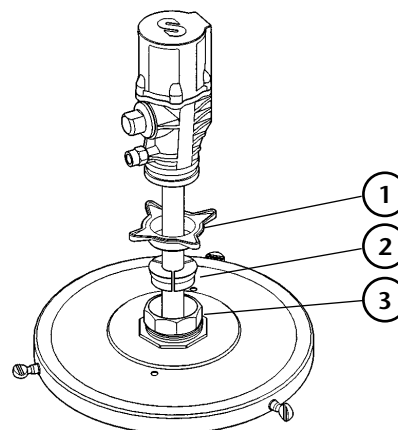

Fig. 2
These pumps must be mounted on drums using covers fitted with a 2" bung. Loose the star nut (1) of the bung adaptor to remove the inferior nut (3), and screw this into the 2" bung opening of the cover. Place the star nut (1) and the three jaws (2) on the suction tube. Introduce the pump through the opening and fasten the assemble at the desired height (Fig. 2). Fasten the cover to the drum.
Las bombas deben acoplarse a los bidones mediante tapas que dispongan de rosca 2" BSP H. Afloje la tuerca en estrella (1) del adaptador para extraer la parte inferior del mismo (2) y rosclarla en el brocal de 2" de la tapa. Coloque la tuerca en estrella (1) y las tres mordazas (2) del adaptador en el tubo, introduzca la bomba por el brocal y apriete el conjunto a la altura deseada (Fig. 2). Fije posteriormente la tapa al bidón.
La pompe doit être fixée au fût à l'aide d'un couvercle doté d'un filetage 2" BSP (F). Desserrer l'adaptateur en étoile (1) de la bague de fixation afin d'extraire la partie inférieure de cette dernière (2) et la fixer à l'embouchure de 2" du couvercle. Placer l'adaptateur en étoile (1) ainsi que les trois mors (2) de la bague de fixation sur le tube de la pompe. Introduire la pompe par l'embouchure du couvercle et serrer le tout à la hauteur désirée (voir Fig.2). Fixer ensuite le couvercle au fût.